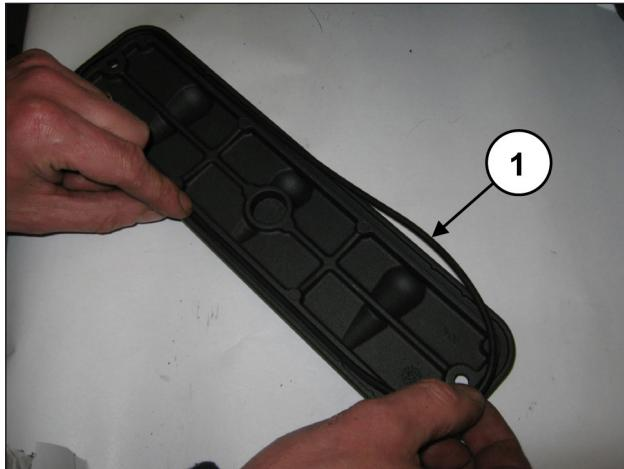
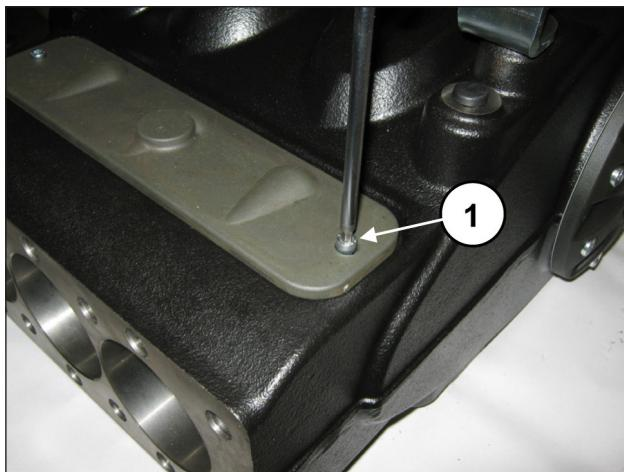

Fig. 160
Fig. 161
Sui coperchi ispezione inserire l'O-ring (pos. ①, Fig. 160) e montare i coperchi mediante l'utilizzo di 2+2 viti M6x14 (pos. ①, Fig. 161).